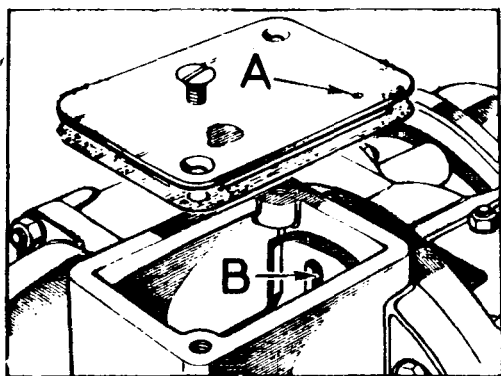

Fig. C-13 Ventilación de la caja de - velocidades
- 3.2. Ventilación de la caja de velocidades. El orificio de ventilación está situado en la tapa de inspección, disponiéndose de un solo orificio para las dos cajas, por existir conductos de comunicación, B (Fig. C-13) internos.
- 2.4. Comprobar el nivel de lubricante y rellenar, si es preciso, y asegurarse que el agujero de ventilación, A (Fig. C-13), está libre de obstrucciones (Tarea C-1).